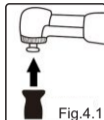

Fig.4.1
- 1) Encaixe a Taça/Escova no bico da cabeça do contra-ângulo (Fig.4.1);